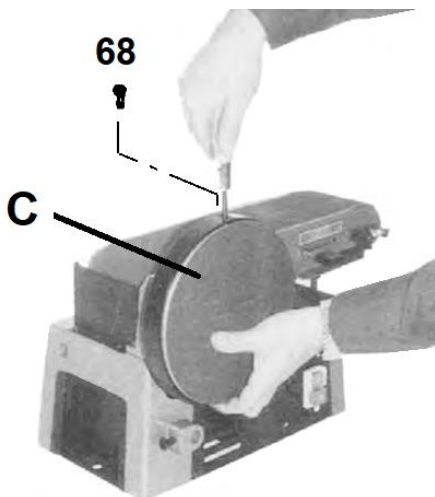

Abbildung 6-3: Montage des Schleiftellers
Den Schleifteller (C, Abb. 6-3) auf die Welle schieben bis die Oberfläche des Tellers mit dem Wellenende fast bündig ist. Das Wellenende darf nicht in die Schleiftellerfläche hineinreichen. Den Teller mit der Schraube (68) festsetzen.